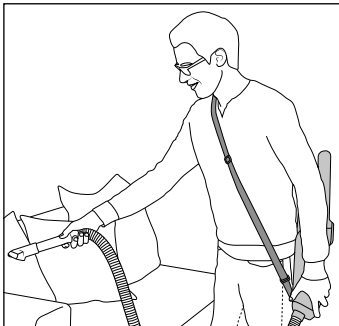

Abb. 12
- ▶ Wir empfehlen Ihnen den Tragegurt **27** über Ihren Kopf auf eine Schulter abzulegen (siehe Abb. 12).